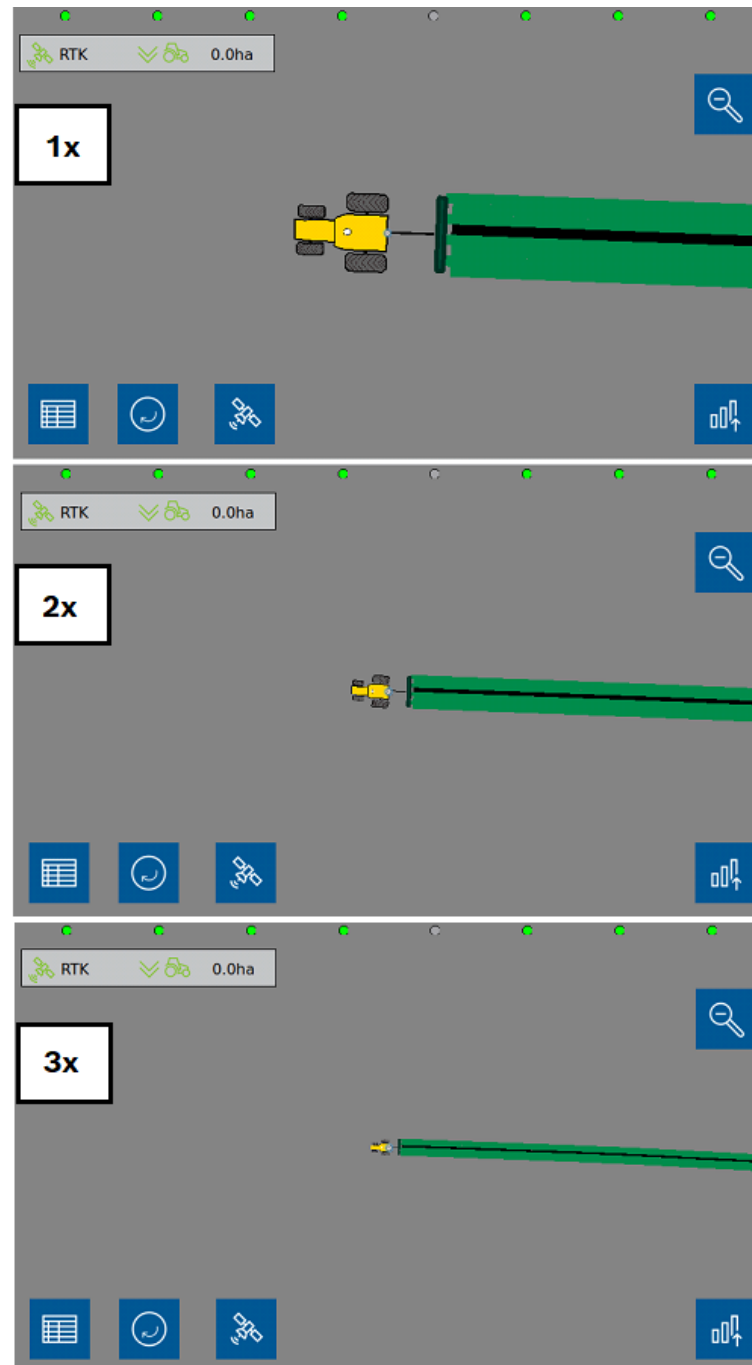

Figura 193 - Mapa em tempo real com zoom out
- D) Botão de zoom out, Figura 193.